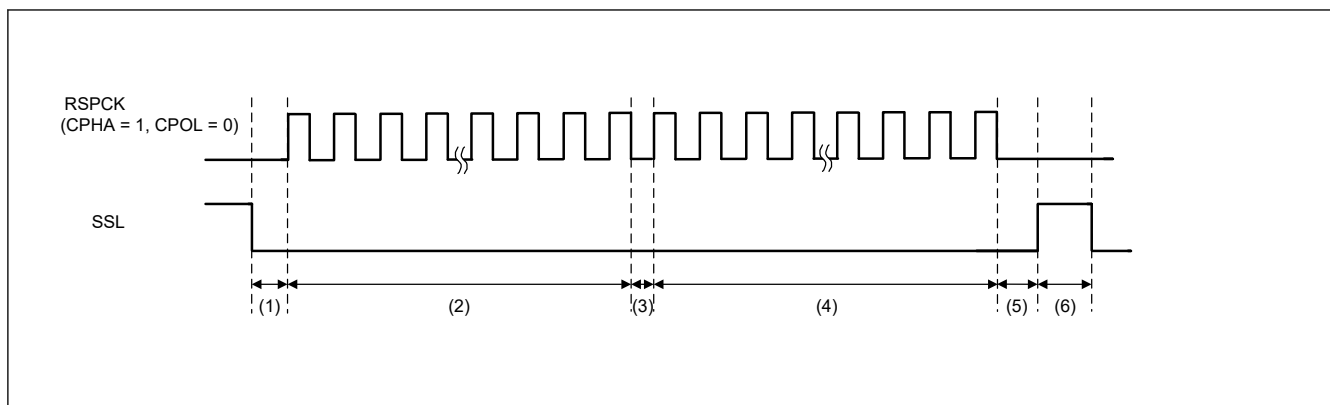

図 30.47 SSLKP ビットを利用したバースト転送の動作例 (BFDS = 1)
図 30.47 に SPCMD0 および SPCMD1 レジスタの設定値を使用してバースト転送を実現した場合の SSL 信号の動作例を示します。以下では、図 30.47 に示す (1)～(6) の SPI 動作内容について説明します。SSL 出力信号の極性は、SPI スレーブ選択極性レジスタ (SSLP) の設定値に依存します。